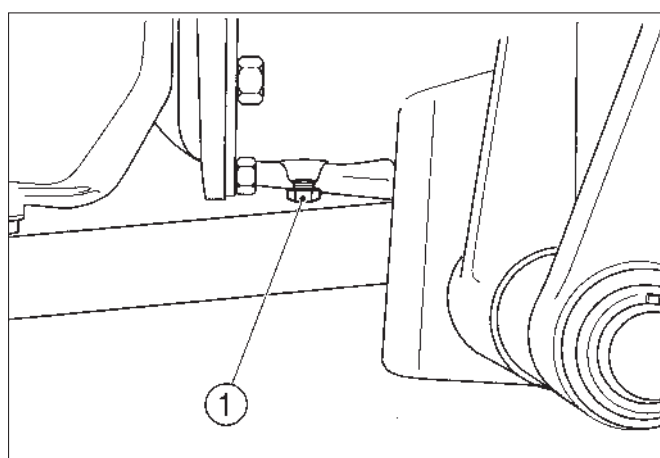

Fig. 111
FIG. 111: Il faut enlever le bouchon (1) en bas du carter d'embrayage une fois par an ou quand l'embrayage brouite. Toute fuite d'huile du joint arrière du vilebrequin et/ou de l'arbre menant de transmission entraînera un écoulement d'huile par le trou. Contactez votre agent ISEKI en cas de fuite d'huile.